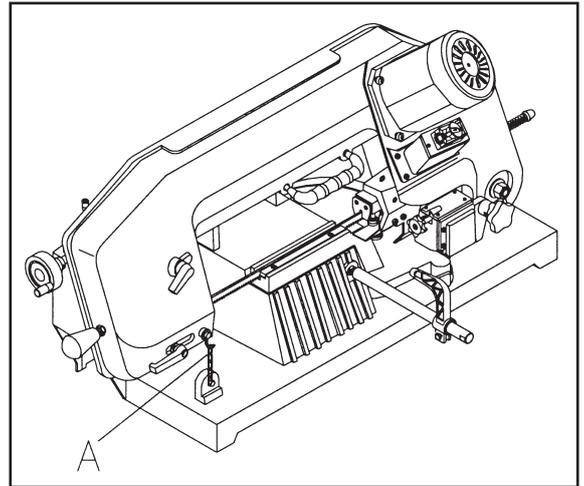

Fig. 1
Hinweis: Vor Inberiebnahme der Bandsäge ist die Transportsicherung (A) Fig. 1 zu lösen.